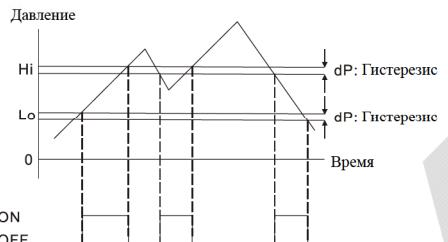

Рис. 3: Интервальный режим работы выходов
3. **Интервальный режим.** При заданных порогах давления Hi/Lo, когда измеренное давление будет находиться в интервале между нижним (Lo) и верхним (Hi) порогами, выход будет включен, а когда давление будет меньше Lo или больше Hi, выход будет выключен. (См. рис.3.)